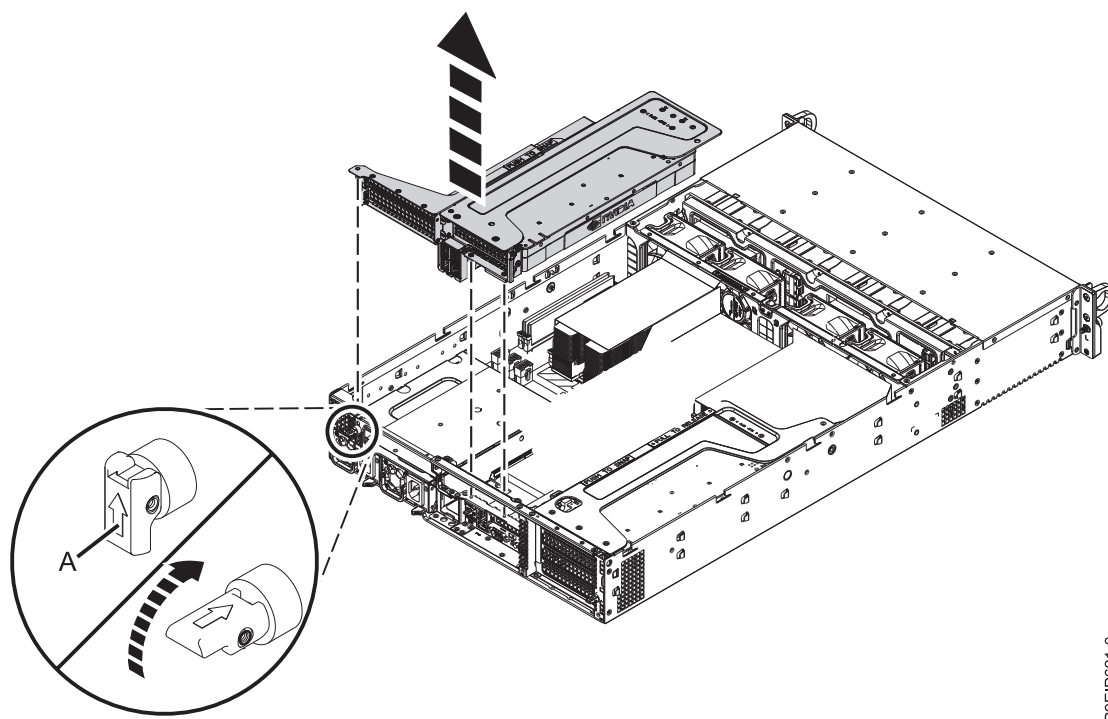

Figura 54. Extracción de la tarjeta de expansión PCIe
3. Para instalar un adaptador PCIe en la posición 1 o 2, quite la tarjeta de expansión PCIe, tal como se muestra en la Figura 54.
- a. Retire la patilla de sujeción (A), como se muestra en la Figura 54.